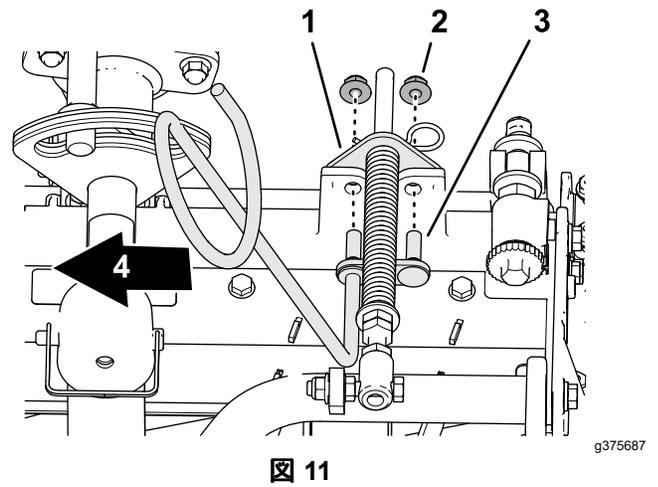

図 11
- 5. 左側ホースガイドのスタッドを、カッティングユニットのフレームの穴とターフ補正器の穴に合わせて取り付ける 図 11。